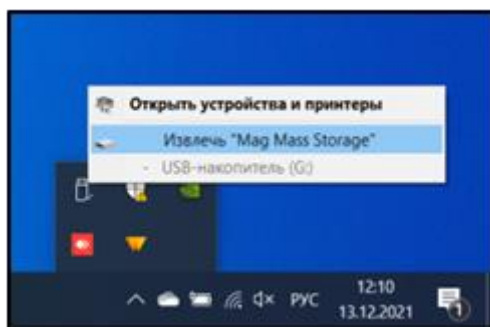

Рисунок 44 – Безопасное отключение ПУ от ПК
3. После копирования файла прошивки в память, безопасно отключите ПУ от ПК. Для этого в нижнем правом углу рабочего стола ПК нажмите иконку «Безопасное извлечение устройств и дисков» (Рисунок 44). Далее нажмите на пункт «Извлечь «Mag Mass Storage»».